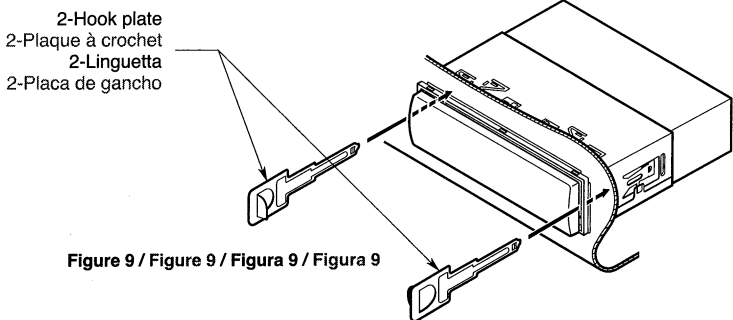

Figure 9 / Figure 9 / Figura 9 / Figura 9
- 3. Insert and lock the hook plates (Figure 9).
- 3. Insérer et verrouiller les plaques à crochet (Figure 9).